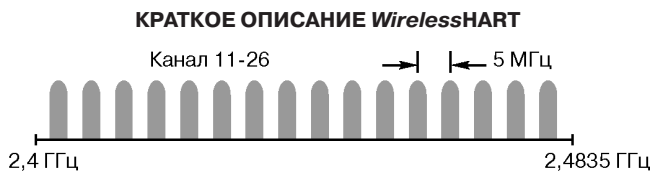

Рис.3.
- Диапазон частот IMS 2,4 ГГц, разделенный на 15 радиоканалов (см.рис.3)